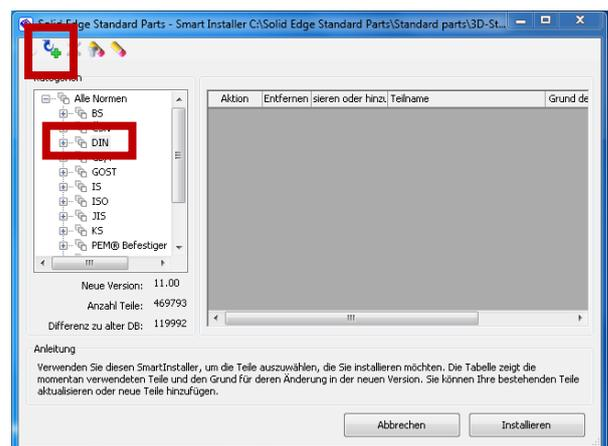

Abbildung 8
- Im nächsten Schritt (Abb. 8) wählen Sie die Normen aus, die Sie bei der Installation der Machinery Library installiert haben, bestätigen diese mit dem Button „Alle Teile hinzufügen und aktualisieren“ und starten die Generierung der Kategorien mit einem Klick auf „Installieren“.